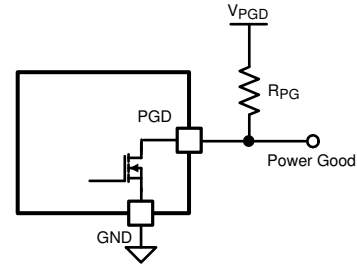
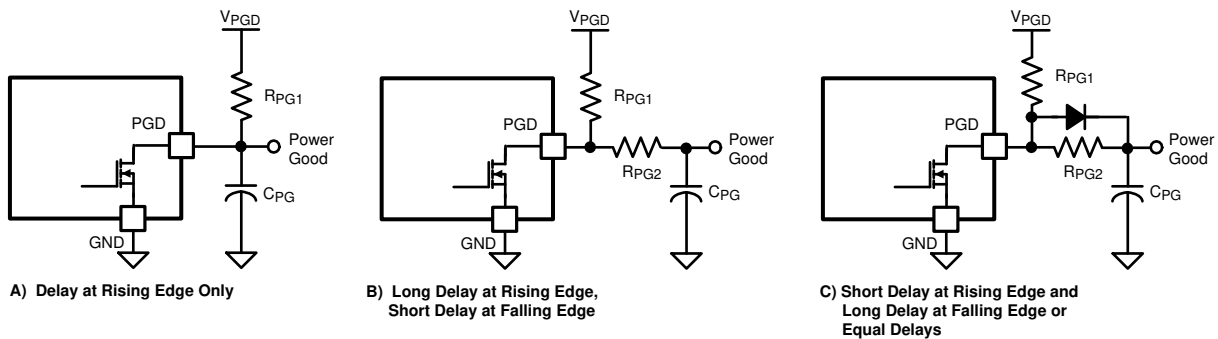

图 8-7. 电源正常输出
图 8-8. 为电源正常输出引脚添加延迟
当 FB 引脚上的电压上升到高于其阈值时，作用在 PGD 引脚上的内部下拉被禁用，允许 PGD 通过上拉电阻 R_{PG} 上升到 V_{PGD} ，如 图 8-7 所示。上拉电压 (V_{PGD}) 可高达 80V，并且可以高于或低于 VIN 和 OUT 处的电压。对于 V_{PGD} ，VDD 是一个方便的选择，因为它允许连接至低压逻辑并避免上电期间 PGD 上的毛刺脉冲。如果 PGD 需要延迟，建议的电路如 图 8-8 所示。在 图 8-8(A) 中，电容器 C_{PG} 会增加上升沿的延迟，但不会增加到下降沿的延迟。在 图 8-8(B) 中，上升沿延迟由 $R_{PG1} + R_{PG2}$ 和 C_{PG} 决定，而下降沿延迟由较少的 R_{PG2} 和 C_{PG} 决定。在 R_{PG2} (图 8-8(C)) 上添加一个二极管可在两个边沿实现相等的延迟，或在上升沿实现短延迟和在下降沿实现长延迟。